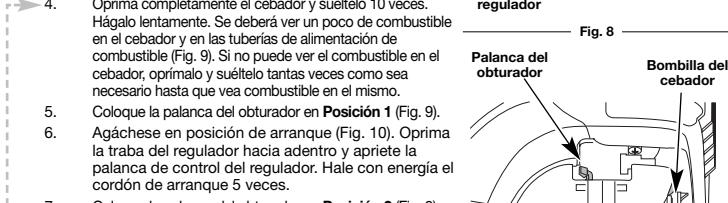

Fig. 8
NOTA: No hay necesidad de encender la unidad. El Control de Parada Arranque y Apagado está en la posición Arranque (I), en todo momento (Fig. 8).
- Oprima y mantenga oprimido el control de encendido y apagado en la posición de APAGADO (O) hasta que el motor se detenga por completo (Fig. 8).